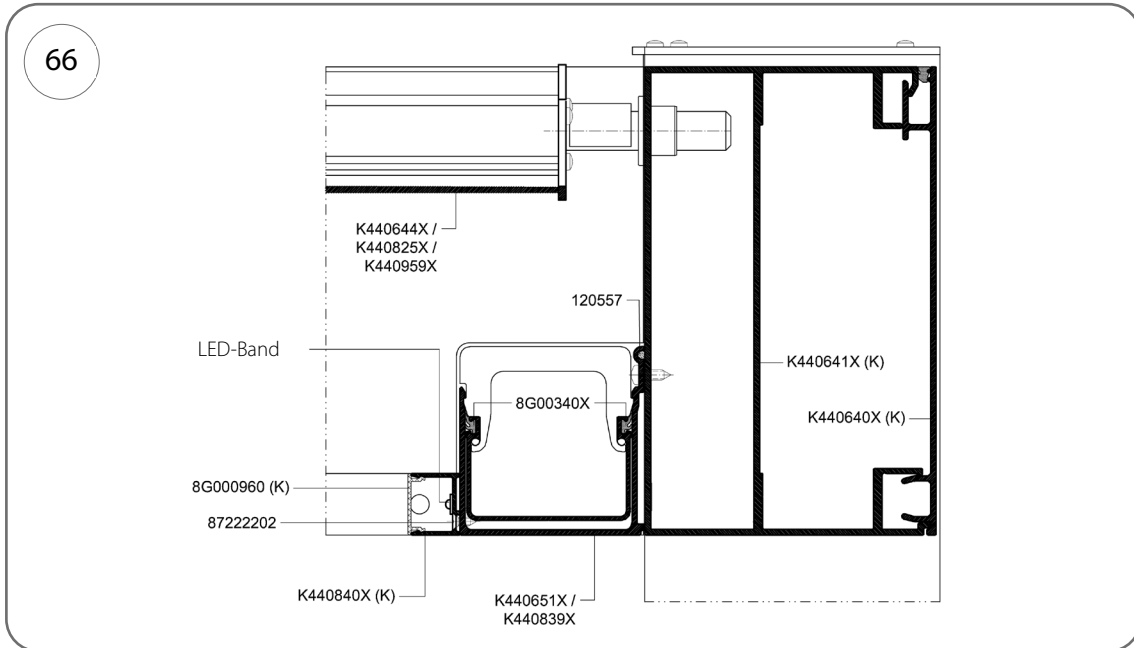
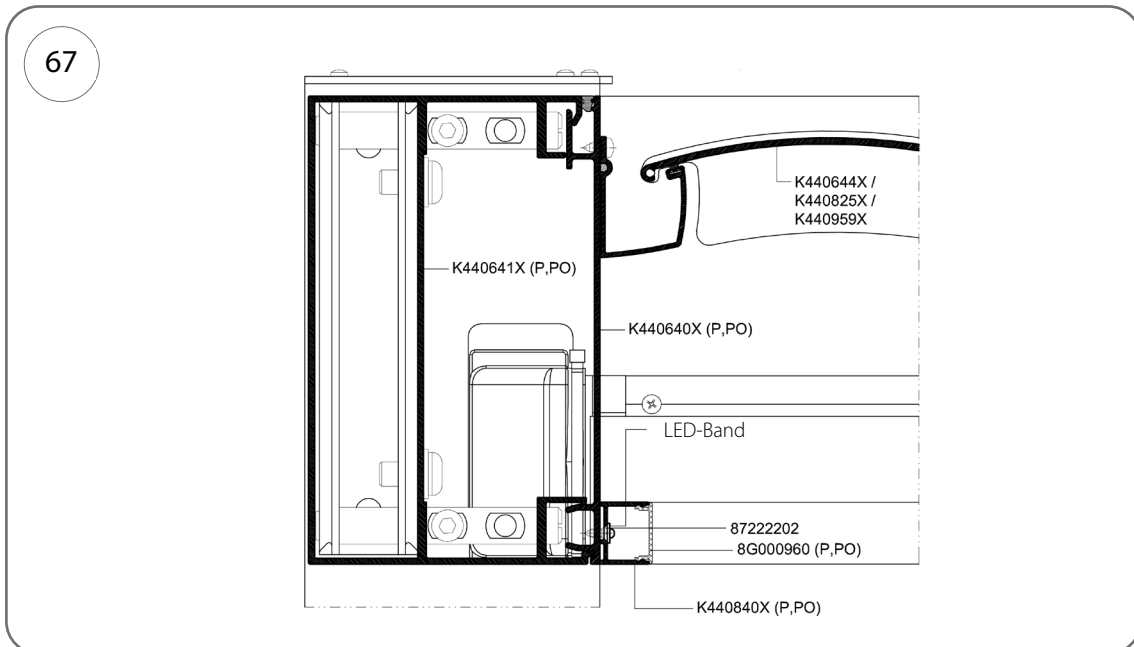

Abb. 66
Abb. 67
1. Schrauben Sie das LED-Profil (Art.-Nr. K440840X) an die Pfettenabdeckung (Art.-Nr. K440640X) (Abb. 66) sowie an die Dachrinnenverkleidung (Art.-Nr. K440651X oder K440839X) (Abb. 67) das LED-Profil, Kat.-Nr. K440840X, mit Schrauben $\varnothing 3,5 \times 9,5$ mm, Kat.-Nr. 87222202, fest.